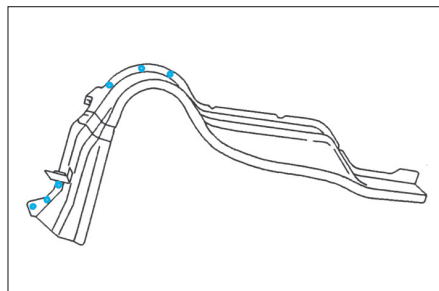

FIG. 141
- Percer à Ø 6,5 mm pour soudage ultérieur par points bouchons (Fig.141).